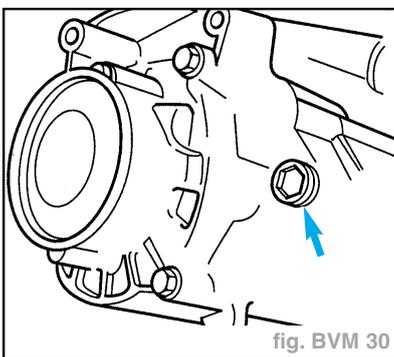

fig. BVM 30
- Déposer la vis pour le contrôle de l'huile de boîte de vitesses (flèche) (fig. BVM 30).